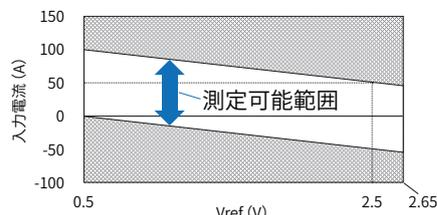

図 8. HP-PP20V08PP5場合のVref(V)-入力電流(A)相関図
② Vref端子に入力する基準電圧値によって被測定電流の測定範囲が変動するため注意が必要です。図8は、HP-PP20V08PP5を例として、入力する基準電圧と被測定電流の測定可能範囲の関係を示します。例えば基準電圧値が2.5Vの場合、測定範囲は-50~50Aですが、0.5Vの場合、測定範囲は0~100Aです。